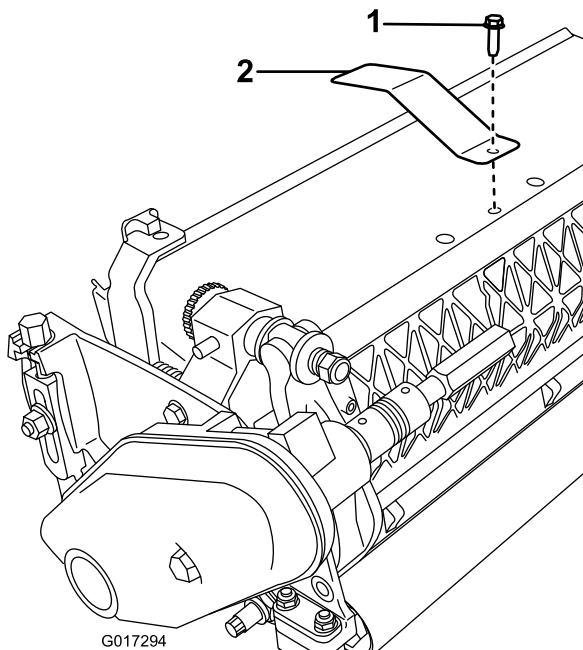

Bild 3
2. Entfernen Sie die mittlere Grasschutzblechschraube (Bild 3).
3. Befestigen Sie die Zielplatte mit der vorher entfernten Schraube oben am Mähwerk (Bild 3).